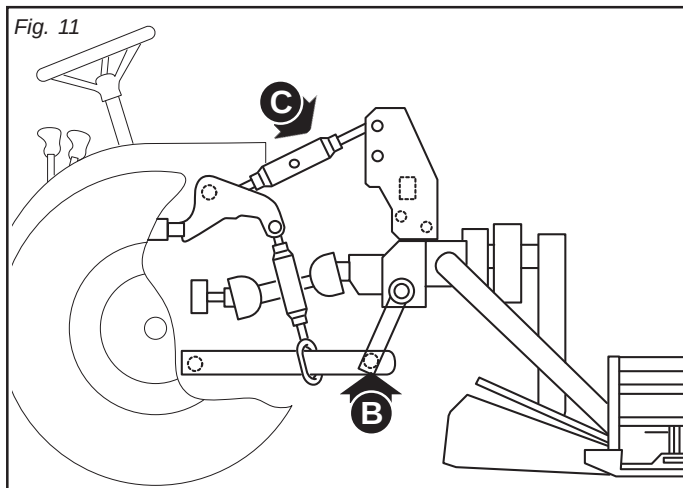

Fig. 11
- 1) Schlepper-Unterlenker der Front-Hydraulik an den Mähwerks-Bolzen (B) ansetzen und Oberlenker (C) am Schlepper und am Mähwerk ansetzen (siehe Abb. 11).